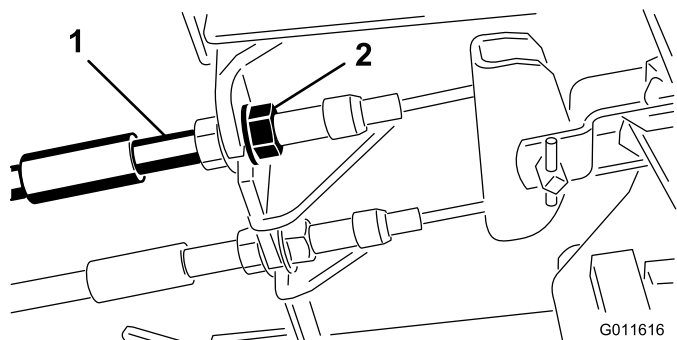

Figura 70
1. Para reduzir a folga dos pedais dos travões, aperte os travões desapertando a porca dianteira que se encontra na extremidade rosca do cabo dos travões (Figura 70).